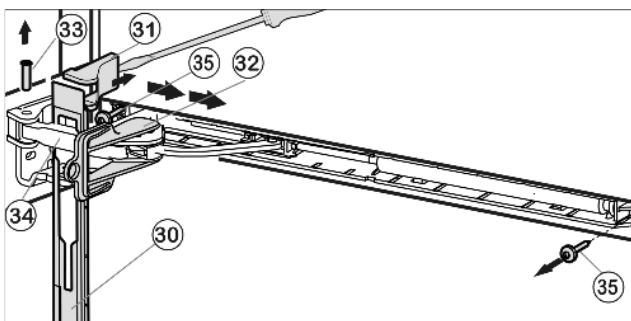

Fig. 12
- ▶ Pousser le panneau par-dessus l'étrier de l'amortisseur *Fig. 12 (34)* vers l'avant en direction de l'appareil.
- ▶ Encliqueter le dispositif d'arrêt *Fig. 12 (32)* dans le trou oblong.
- ▶ Soulever le cache *Fig. 12 (31)* par le côté extérieur à l'aide du tournevis et l'enlever vers l'extérieur.
- ▶ Chasser le boulon *Fig. 12 (33)* par le bas.
- ▶ Pousser l'étrier de l'amortisseur *Fig. 12 (34)* direction porte.
- ▶ Ôter le panneau *Fig. 12 (30)*.
- ▶ Dévisser l'unité d'amortisseurs de fermeture (2 x vis Torx 15) *Fig. 12 (35)*.